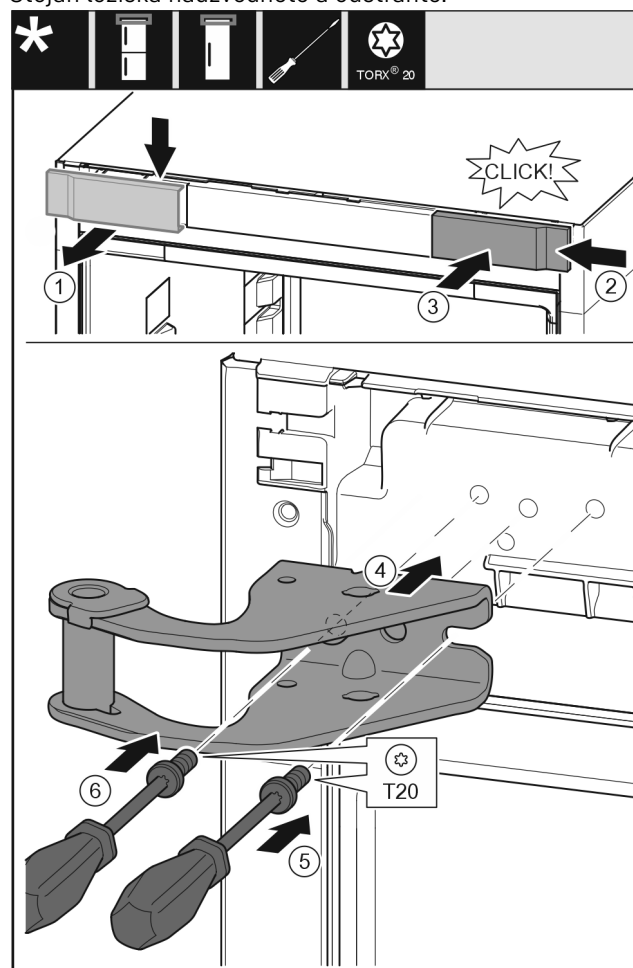

Fig. 15
- Odeberte kryt Fig. 15 (1) shora dopředu.
- Kryt Fig. 15 (2) otočený o 180° zavěste na druhé straně zprava.
- Zaklapněte kryt Fig. 15 (3).
- Nasad'te horní stojan ložiska Fig. 15 (4).
- Šroubovákem nasad'te šroub Fig. 15 (5) a utáhněte.
- Šroubovákem nasad'te šroub Fig. 15 (6) a utáhněte.